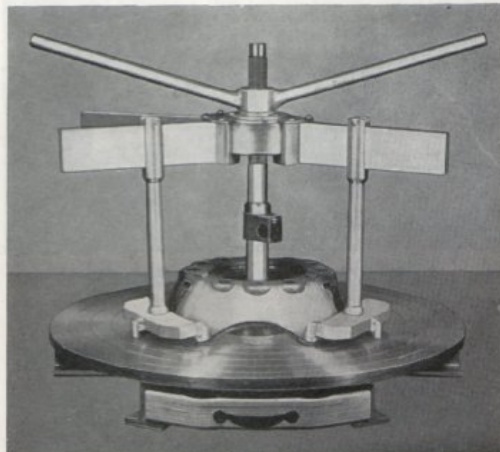

Bild 17. Placering av koppling i fixtur, II
2. Lägga distansklotsarna nr 0 på fixtur SVO 2322, se bild 16. Lägga på kopplingen, 3-punktsstöden, armarna och tre tryckstänger, se bild 17. Sätt